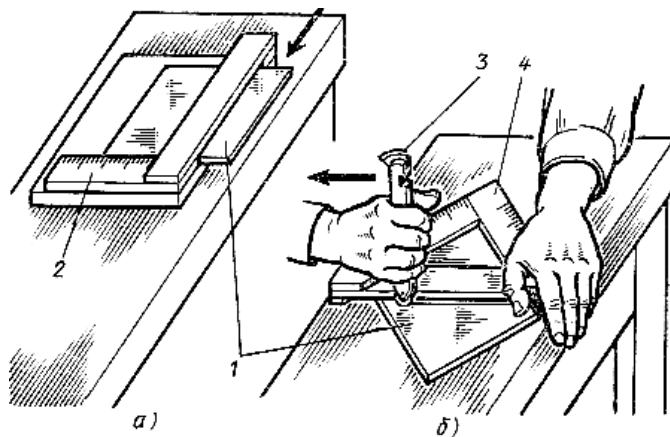

Рис.9. Резка керамических плиток с помощью приспособлений для прямой резки по размеру (а) и для резки под углом (б):
*Резка плиток с использованием приспособлений(рис.9).* При прямой и диагональной резке плитку 1 вставляют в зазор приспособления. левой рукой поддерживают плитки, а резцом 3, который держат в правой руке, выполняют надрез вдоль направляющей планки. Затем плитку простукивают молоточком вдоль линии надреза с нелицевой стороны и разламывают с помощью захвата.